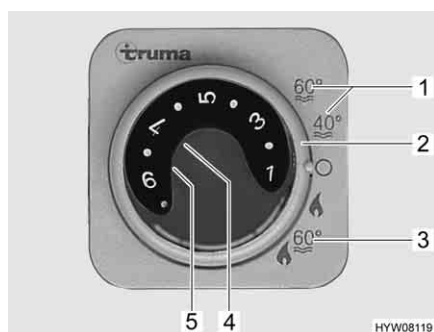

Fig. 71 Centralina di controllo per riscaldamento/boiler
Il boiler è integrato nel riscaldamento e funziona a gas (funzionamento a gas) o a gas o a corrente (funzionamento a gas e funzionamento elettrico a 230 V). Il boiler si accende dalla centralina di controllo (Fig. 71) con l'interruttore girevole (Fig. 71,2). Sul selettore di energia (Fig. 73) viene preselezionato il tipo di energia (funzionamento a gas e elettrico a 230 V).
Durante il funzionamento invernale "Riscaldamento e boiler" (Fig. 71,3), accendendo il riscaldamento è riscaldata automaticamente anche l'acqua nel boiler. Quando il riscaldamento si spegne al raggiungimento della temperatura ambiente desiderata, il boiler continua a riscaldare l'acqua, fino a quando questa raggiunge la temperatura impostata.
Durante il funzionamento estivo (Fig. 71,1) l'acqua è riscaldata soltanto nel boiler fino a 40 °C o 60 °C. L'acqua si riscalda a 60 °C in ca. 25 minuti. La spia gialla di controllo (Fig. 71,5) si accende durante la fase di riscaldamento del boiler.
L'alimentazione di tensione per l'apparecchio non può essere interrotta interrompendo l'alimentazione a 12 V sul pannello di controllo. A seconda del modello, in caso di guasto si accende la spia rossa di controllo (Fig. 71,4) sulla centralina di controllo (vedi capitolo 14).
- Sulla centralina di controllo (Fig. 71) posizionare l'interruttore girevole (Fig. 71,2) su "Funzionamento estivo" (Fig. 71,1).
La spia gialla di controllo (Fig. 71,5) si accende durante la fase di riscaldamento. Al raggiungimento della temperatura dell'acqua desiderata, la fase di riscaldamento termina e la spia gialla di controllo si spegne.
- Sulla centralina di controllo (Fig. 71) posizionare l'interruttore girevole (Fig. 71,2) su "O".
La combinazione funzionamento a gas e funzionamento elettrico a 230 V diminuisce il tempo di riscaldamento (è possibile solo se il boiler viene impostato sulla centralina di controllo (Fig. 71) su funzionamento invernale).